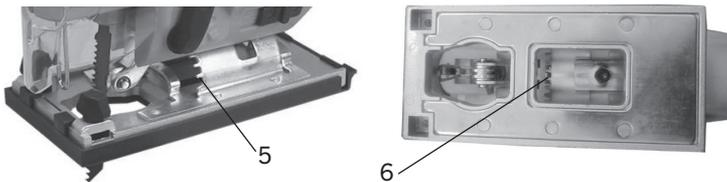

Fig. 5
3. Faites glisser la base vers l'avant de la scie sauteuse et alignez l'angle de biseau avec le bord de la base (4).
4. Faites glisser la base vers l'arrière pour engager la fente de l'angle de biseau (5) avec l'ergot de guidage (6) (Fig. 5)